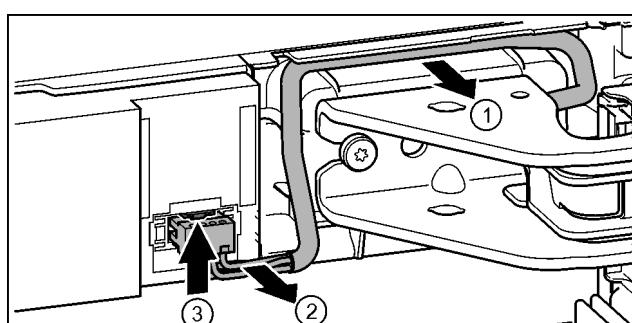

Fig. 18
- ▶ 将托架上方电缆小心地从导向装置上松开。Fig. 18 (1)
- ▶ 小心地将电缆线从导管拉出。Fig. 18 (2)
- ▶ 向上按住接片，并小心地拉出插头。Fig. 18 (3)